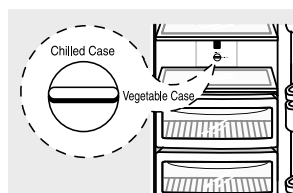

Figura 57
- El primer cajón del condensador se puede utilizar como cajón de verduras o de productos frescos. (Figura 57)